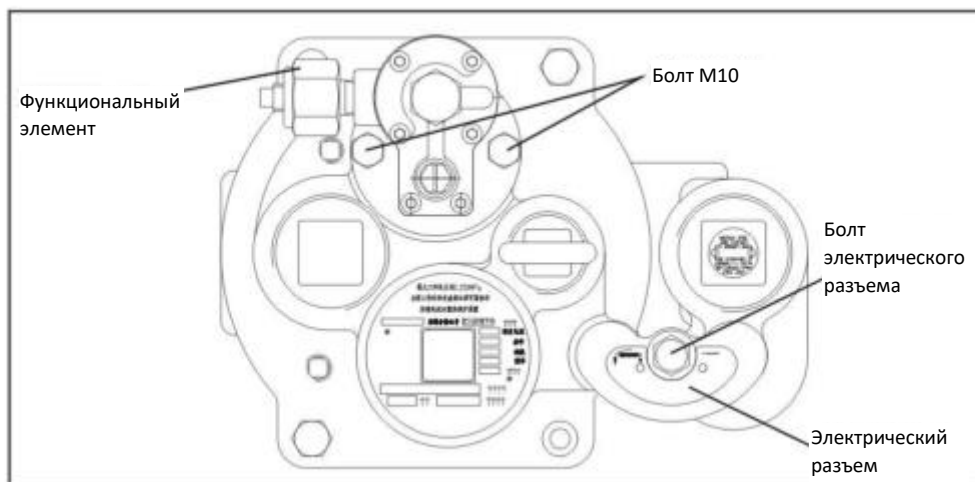

Рисунок 21: Уплотнительное устройство с функциональным элементом
2. Закрутите болт электрического разъема (см. Рисунок 21).